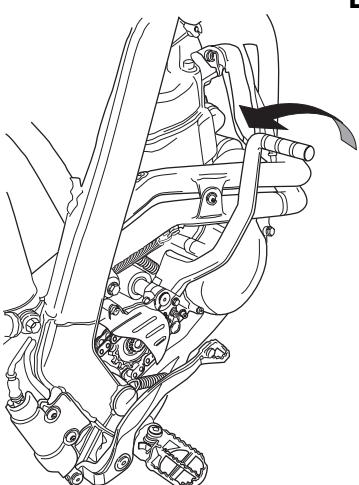

Fig. 10
1. Ricordarsi che un motore a 4 tempi necessita di 2 giri dell'albero motore per un ciclo completo, quindi la pedalata sulla leva della messa in moto (Fig.10) deve sfruttare tutta la corsa della messa in moto stessa. Vi è un decompressore automatico che ritorna in posizione quando la leva della messa in moto ritorna in alto. Quindi ad ogni pedalata lasciare ritornare la leva in posizione di riposo, tutta in alto (si sentirà un clic che avverte che la leva del decompressore è tornata in posizione per una nuova pedalata). Una volta azionata con il piede la leva della messa in moto sfruttare tutta la corsa della messa in moto stessa.
3. Remembering what an engine at times hesitates of 2 tours of engine tree for a complete cycle, therefore pedaled (Fig. 10) it on lever of mass in motion has to exploit the whole run of mass in same motion. It has you automatic decompressor that it returns in position when lever of mass in motion returns in high. Therefore at any pedaled letting return lever in position of rest, everything in high(will feel it a clik that it warns that lever of the decompressor has returned in position for a new pedaled). One time ago to starting with foot lever of mass in motion exploiting the whole run of mass in same motion.
3. Den Motor ohne Gasgeben mit dem Kickstarter starten. Bei jedem erneuten Startversuch muß sich der Kickstarter in seiner Ausgangsstellung befinden, da sonst die Decompressionsautomatik abgeschaltet ist -Abb. 10.
3. Lancez le moteur en actionnant le kick-starter sans gaz du tout. Pour que le décompresseur automatique fonctionne, le levier doit revenir à sa position de repos entre chaque tentative, fig. 10.